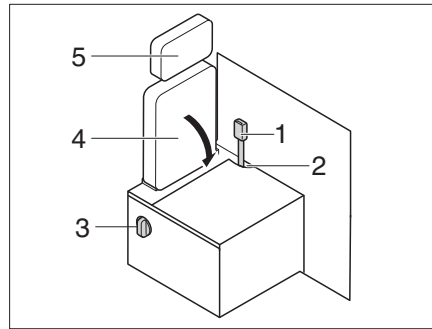

Bild 220 Umbau Fahrbetrieb - Wohnbetrieb
- Kopfstütze (Bild 220,5) abbauen (siehe Kapitel 5.7).
- Gurtpeitsche (Bild 220,1) in die Öffnung (Bild 220,2) stecken.
- Drehhebel (Bild 220,3) betätigen und Sitzlehne (Bild 220,4) abklappen.
▷ Beim Umbau vom Wohnbetrieb zum Fahrbetrieb in umgekehrter Reihenfolge verfahren. Darauf achten, dass die Gurtpeitsche durch die Öffnung (Bild 220,2) geführt wird.